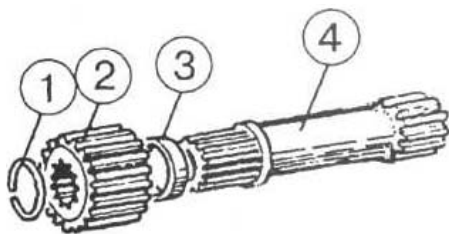

Рисунок 4.116
- а) установите втулку 3 (рисунок 4.116) на шлицы торсиона 4 до упора в буртик;